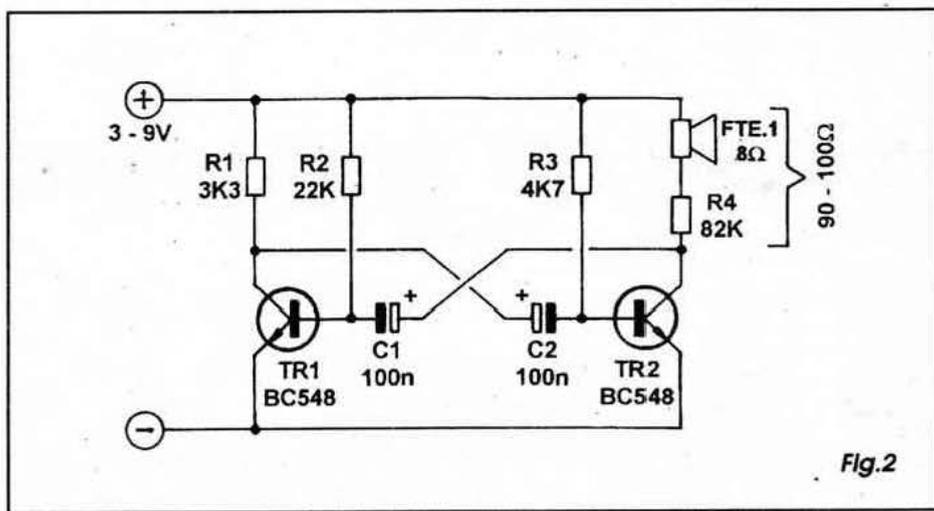

Fig. 2
- FIG. 2 - Um multivibrador astável, no qual dois amplificadores monotransistorizados encontram-se acoplados de forma cruzada, saída com entrada e entrada com saída, em ligação quase sempre simétrica... Trata-se de circuito fácil e prático para a geração de sons simples... No arranjo básico, mostrado no diagrama, é possível *mexer-se* amplamente: os valores de C1, C2, R2 e R3 determinam basicamente a frequência (bem como a simetria da forma de onda - retangular ou quadrada - gerada...). Notar que embora os valores indicados resultem em baixas capacitâncias para C1 e C2, nada impede que tais componentes mostrem altos valores, caso em que serão do tipo eletrolítico (por isso as marcações de polaridade, no esqueminha...). R2 e R3, além de comporem as redes RC de constante de tempo, executam ainda o papel de dimensionadores das correntes de polarização de base dos transístores, o que impede a modificação dos seus valores abaixo ou acima de determinados limites (com o que os transístores *saíriam* do ponto ideal de funcionamento, por excesso ou insuficiência de polarização...), caso em que a oscilação até pode ser bloqueada...! A tensão de alimentação pode variar bastante, dependendo unicamente dos limites dos transístores utilizados (e da adequação dos valores resistivos...). Um pon-